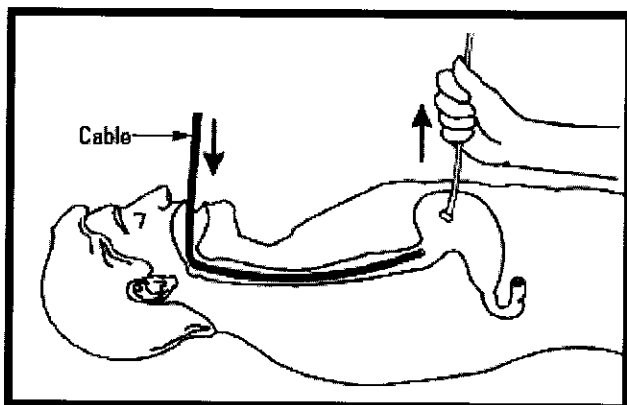

Figura 11
- Tire de la sonda para GEP hasta que el soporte interno se asiente a la perfección en la mucosa gástrica. Confirme la colocación mediante el endoscopio. Evite una tensión excesiva (figura 11).